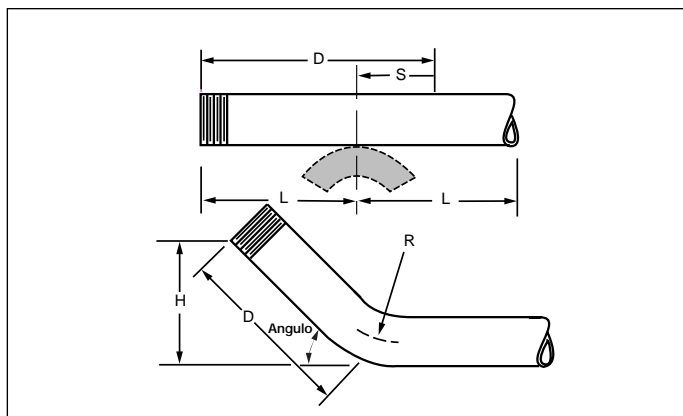

Figura 6
3. Delimite la medida (**S**) en el tubo tal y como se ilustra en la FIGURA 6.
Las marcas (B) no pueden estar más cerca de los extremos del tubo de la distancia (L) o los extremos no quedarán sujetos por las zapatas de pivote. (ver FIGURA 6, Ejemplo 3 y tabla de requerimientos "L" 5).